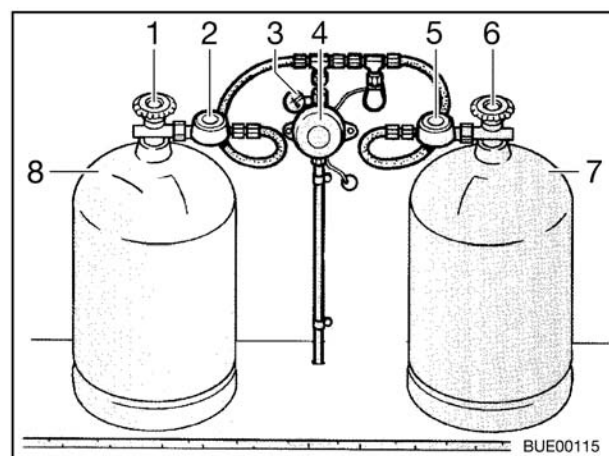

Fig. 49 Impianto di commutazione Triomatic
- Valvola principale (Fig. 49,1) bombola in uso
- Regolatore di pressione del gas (Fig. 49,2) bombola in uso
- Indicatore di funzionamento (Fig. 49,3)
- Regolatore dell'impianto (Fig. 49,4)
- Regolatore di pressione del gas (Fig. 49,5) bombola di riserva
- Valvola principale (Fig. 49,6) bombola di riserva
- Bombola in uso (Fig. 49,8)
- Bombola di riserva (Fig. 49,7)
L'impianto di commutazione Triomatic fa passare automaticamente l'alimentazione di gas dalla bombola in uso (Fig. 49,8) alla bombola di riserva (Fig. 49,7) quando la bombola in uso è vuota o non è più pronta per il funzionamento. Così il riscaldamento può rimanere in funzione.
L'impianto di commutazione Triomatic è costituito da due regolatori di pressione del gas (Fig. 49,2 e 5) e da un regolatore dell'impianto (Fig. 49,4). Il regolatore di pressione del gas della bombola in uso (Fig. 49,2) è contrassegnato da una targhetta del modello verde, il regolatore di pressione del gas della bombola di riserva (Fig. 49,5) da una targhetta del modello rossa. Con l'indicatore di funzionamento (Fig. 49,3) sul regolatore dell'impianto si può controllare la tenuta dell'impianto del gas. I regolatori di pressione del gas sono dotati di unità di allacciamento e permettono il collegamento alle bombole del gas di tutte le dimensioni (da 3 kg a 33 kg).
- Aprire la valvola principale (Fig. 49,6) della bombola di riserva (Fig. 49,7).
- Aprire la valvola principale (Fig. 49,1) della bombola in uso (Fig. 49,8).
Ora entrambi i regolatori di pressione del gas sono disaerati. Il regolatore dell'impianto (Fig. 49,4) fornisce alle utenze la pressione necessaria, indipendentemente dal fatto che l'alimentazione del gas provenga dalla bombola in uso o dalla bombola di riserva. La bombola di gas che ha rilevato l'alimentazione viene identificata dal campo verde o rosso sull'indicatore di funzionamento (Fig. 49,3).
- ▷ In caso di funzionamento con una sola bombola del gas, si deve allacciare il regolatore di pressione del gas della bombola in uso (Fig. 49,2).
Se l'indicatore di funzionamento (Fig. 49,3) segna rosso, la bombola in uso (Fig. 49,8) deve essere cambiata.
- Chiudere la valvola principale (Fig. 49,1) della bombola in uso (Fig. 49,8).
- ▷ Tutte le utenze possono essere alimentate e fatte funzionare dalla bombola di riserva (Fig. 49,7) (targhetta del modello rossa).
- Collegare la bombola del gas piena al regolatore di pressione del gas della bombola in uso (Fig. 49,2).
- Aprire la valvola principale (Fig. 49,1) della bombola in uso. La bombola in uso ricomincia automaticamente a fornire gas.
- ▷ Ogni tanto utilizzare la bombola di riserva (Fig. 49,7) al posto della bombola in uso per controllare che la bombola di riserva sia riempita a sufficienza.
- Luce spia verde: bombola in uso (Fig. 49,8)
- Luce spia rossa: bombola di riserva (Fig. 49,7)